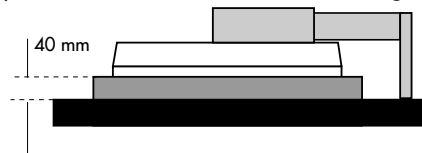

Abbildung S.1
3. Legen Sie den Monitor mit der Vorderseite nach unten auf eine nicht scheuernde Oberfläche. (Legen Sie den Bildschirm auf eine um ca. 40 mm erhöhte Unterlage, damit der Fuß parallel zur Oberfläche steht.) (**Abbildung S.1**)